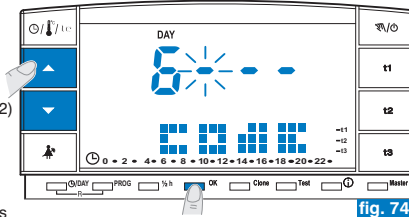
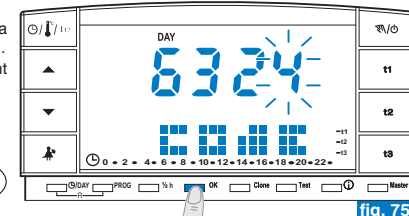

fig. 74
fig. 75
- Configurer le numéro désiré en utilisant les touches  ; confirmer en appuyant sur la touche **OK** (ex. fig. 74). Effectuer la même procédure pour les trois autres tirets (ex. fig. 75).
- Insérer le mot de passe en cours en utilisant les touches ▲▼ ; confirmer chaque valeur en appuyant sur la touche **OK** (exemple sur la fig. 75).